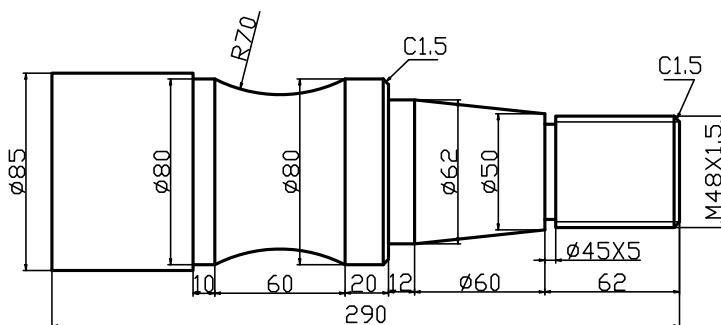

图 1
1. 在数控机床上加工如图 1 所示零件，材料为 45 号，半成品的直径余量 0.5mm，长度已加工至纸图纸尺寸。按要求完成零件精加工程序编制中的工艺分析，建立工件坐标系并完成基点坐标的计算。（ $\Phi 85$ 圆柱面另行安排加工）。
1. 在数控车床上加工的零件如图1所示，根据分析计算题中工艺分析和计算的结果，编写出该零件的数控加工程序。